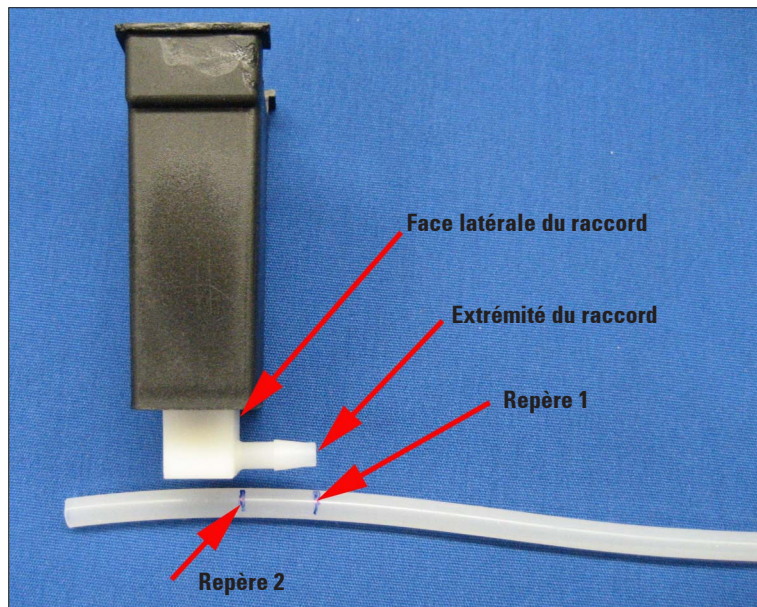

Fig. 25
- Positionner le repère 1 à l'extrémité du raccord et marquer sur le tuyau un deuxième repère (« repère 2 ») indiquant la face latérale du raccord (fig. 25).